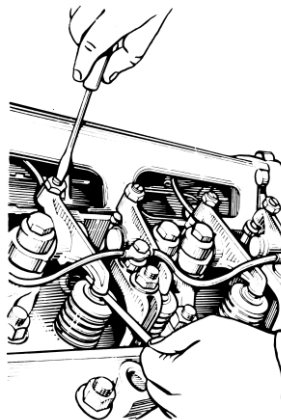

Рис. 62. Регулировка зазора клапанного механизма
- 6 Для регулировки зазоров отвернуть гайку регулировочного винта, вставить в зазор щуп и, вращая винт отверткой (рис. 62), установить зазор  $0,25 \dots 0,30$  мм. Придерживая винт отверткой, затянуть гайку и проверить величину зазора. При правильно отрегулированном зазоре щуп толщиной  $0,25$  мм должен входить при легком нажиме, толщиной  $0,30$  мм – с усилием.